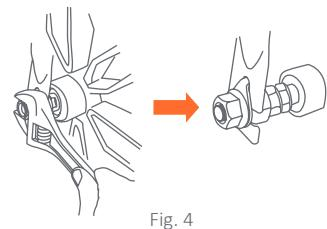

Fig. 4
- Posicione la rueda correctamente. Ponga las tuercas en el eje y atorníllelas con una llave inglesa abierta o de pipa. Apriételas hasta que sienta bastante resistencia. La rueda debe quedar fija (Fig. 4).